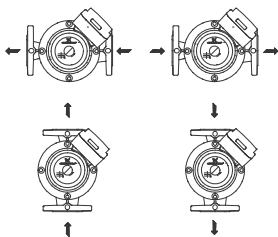

Рис. 4 Напрямки потоку, одинарні насоси
- Рисунок 4: Резервний режим роботи, де насос 1 діє як основний насос, а насос 2 - як резервний насос.